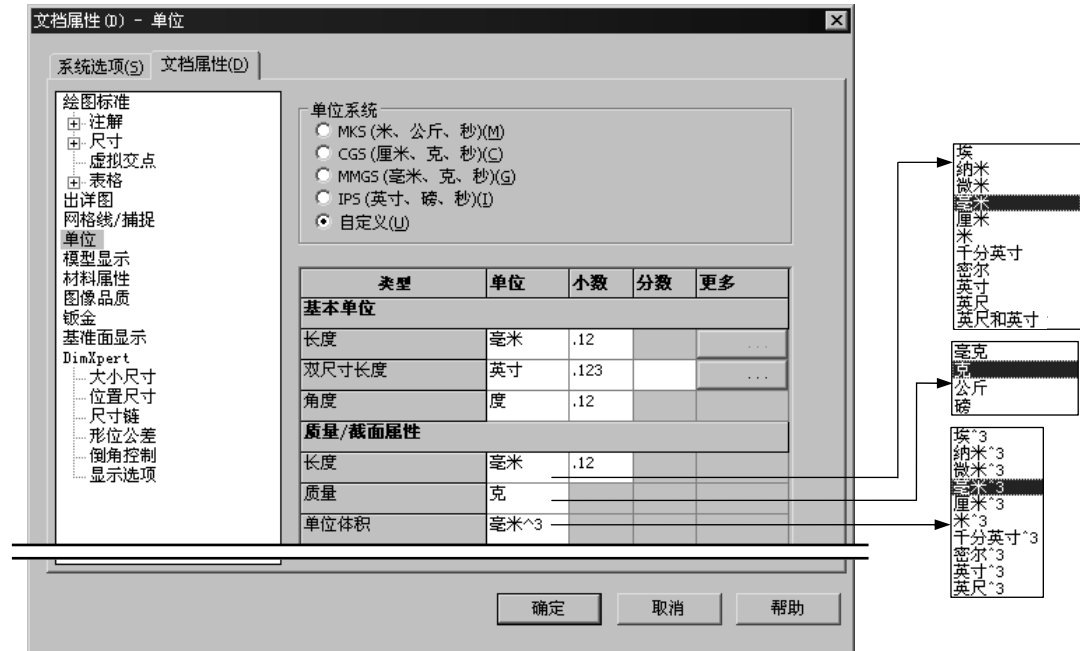

图 5.4.8 “文档属性 (D) - 单位”对话框 (二)
Step3. 如果要对模型应用系统提供其他单位系统, 只需在对话框的 **单位系统** 选项组中选择所要应用的单选项即可; 除此之外, 只可更改 **双尺寸长度** 和 **角度** 区域中的选项; 若要自定义单位系统, 须先在 **单位系统** 选项组中选择 **自定义(U)** 单选项, 此时 **基本单位** 和 **质量/截面属性** 区域中的各选项将变亮, 如图 5.4.8 所示, 用户可根据自身需要来定制相应的单位系统。